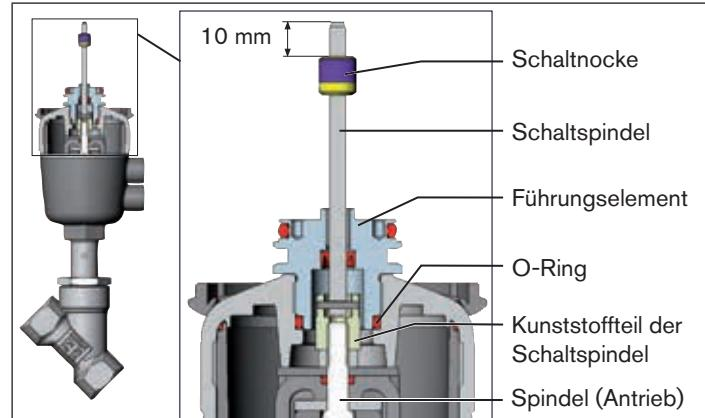

Bild 11: Montage der Schaltspindel (2), Reihe 20xx
- O-Ring nach unten in den Deckel des Antriebs drücken (siehe „Bild 11“).
- Schaltknöcke so auf der Schaltspindel positionieren, dass der Abstand von Schaltknöcke bis Spindelanfang 10 mm beträgt (siehe „Bild 11“).